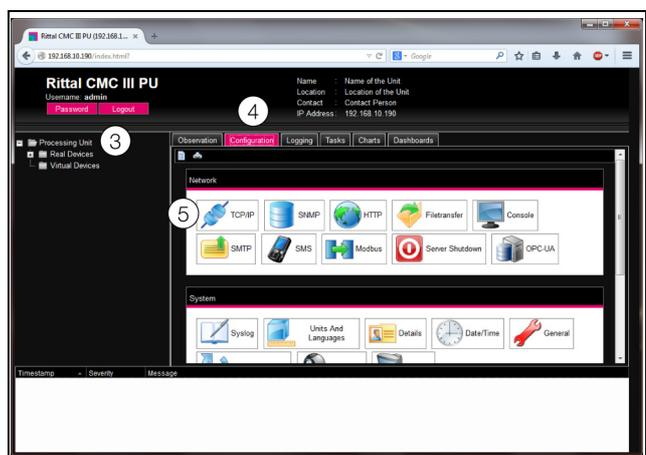

Imagen 13: Adaptación de los ajustes TCP/IP
Se mostrará la ventana de menú del aparato (imagen 13).
- Haga clic en la parte izquierda de la ventana menú (zona de navegación) sobre la entrada **Processing Unit** (imagen 13, pos. 3) y en la parte derecha (zona de configuración) sobre la pestaña **Configuración** (imagen 13, pos. 4).
- Haga clic en el marco de grupo **Network** sobre el botón **TCP/IP** (imagen 13, pos. 5).